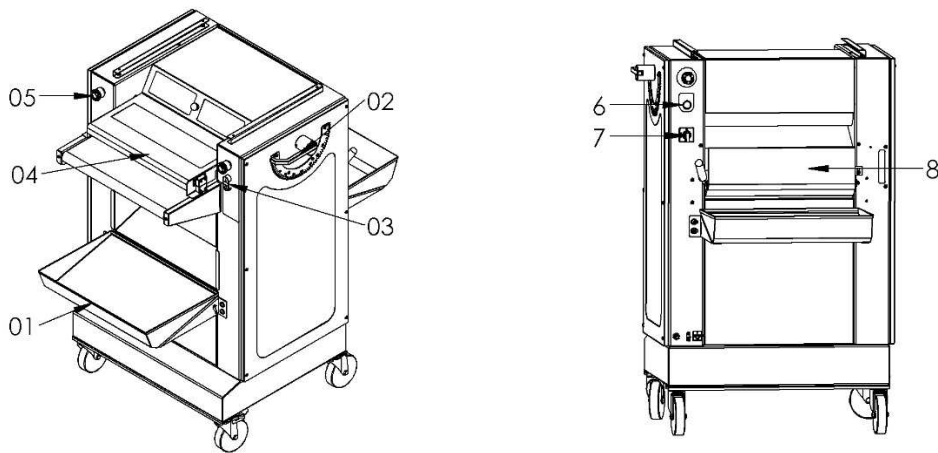
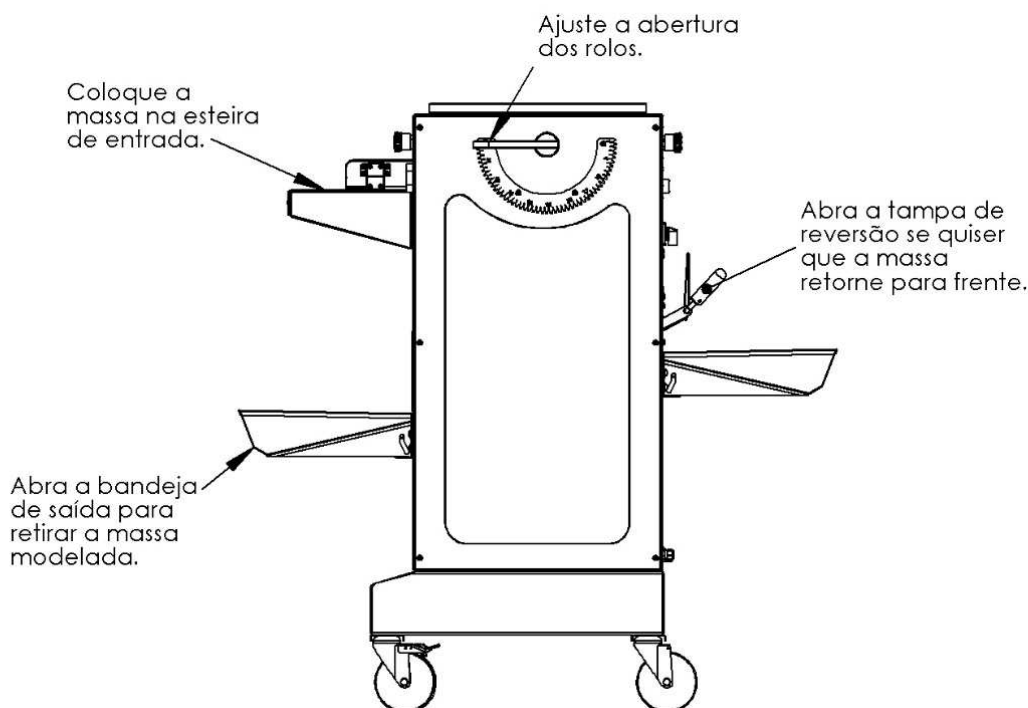

Figura 1
Figura 4
2. Determine a abertura desejada dos cilindros utilizando a alavanca de regulagem (Figura 4);
3. MPL500: Posicione a bandeja de saída desejada (Figura 4). Para saída do mesmo lado de operação acione a tampa de reversão (Figura 1 – 08).
4. Ligue a máquina pressionando o botão verde (Figura 1 – 03);
5. Coloque os pedaços de massa sobre a esteira de alimentação, para que esta seja conduzida para os rolos (Figura 4);
6. Recolha as massas modeladas na bandeja de saída (Figura 4), coloque-as nas assadeiras;
7. Desligue o equipamento pressionando o botão vermelho (Figura 1 – 03);
8. Em caso de acidentes, pressione um dos botões de emergência (Figura 1 – 05).